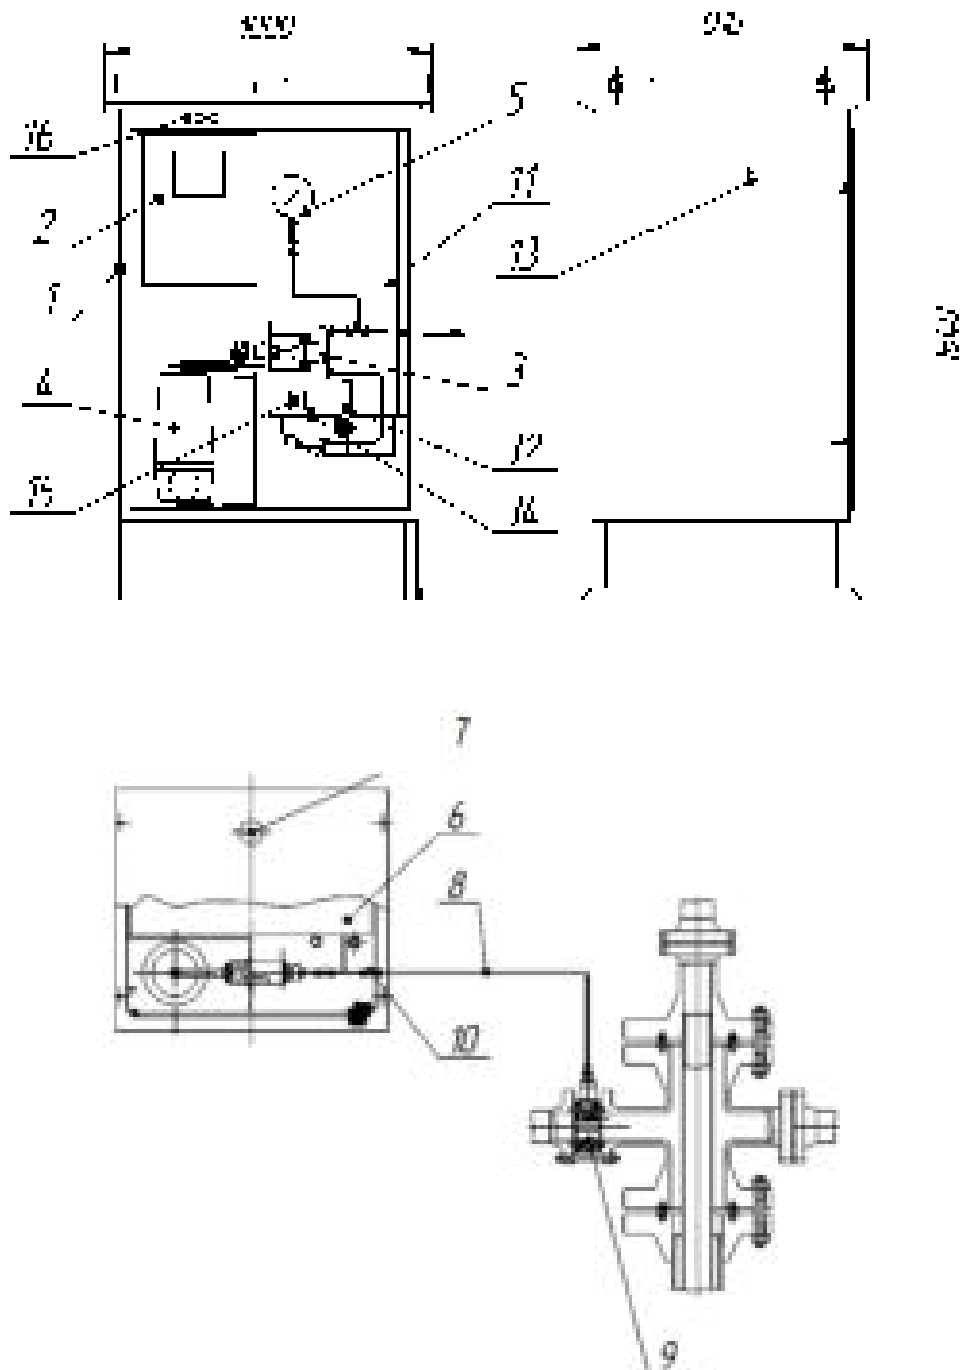

Рисунок 1. Внешний вид и состав СУДР.
3.1.1. Основное оборудование установки, рис.1, размещено в контейнере 1, разделенном на два отделения. Отделение переднего плана разделено на две секции. В левой секции расположены блок управления 2 и привод 4 дозирующего насоса. В правой секции расположены гидравлическая часть дозирующего насоса 3 трубопроводной обвязкой, манометр электроконтактный 5, указатель уровня 11, преобразователь давления 12.
3.1.17. В составе установки предусмотрено устройство ввода, предназначенное для соединения наземного трубопровода с объектом закачки, обеспечивающее проход линии подачи реагента через устьевую арматуру. Устройство ввода (далее по тексту -устройство) состоит из корпуса с радиальными осевыми каналами для прохода реагента в полость нефтегазодобывающей скважины (трубопровод), обратного клапана 2, присоединительных наконечников 3. Устройство устанавливается между фланцами устьевой арматуры нефтегазодобывающей скважины (трубопровода). Устройство должно обеспечивать безопасный процесс дозированной подачи реагента и эксплуатацию скважины. Проникновение скважинной среды в дозирующую установку предотвращается с помощью обратных клапанов, устанавливаемых соответственно в устройстве ввода и на выходе дозирующего насоса, поз. 10, рис.1
3.2.17. Измерение уровня (расхода) реагента и блокировка насосного агрегата при снижении уровня ниже минимально допустимого уровня осуществляются по команде контроллера по сигналам преобразователя давления А4 типа МИДА-ДИ-13П-01, СДВ, ДМП (поз. 13, рис. 1). Датчик устанавливается в вертикальном положении и имеет гидравлическую
3.3.5. При работе установки на панели индикации 16 (рис.1) загорается зеленый светодиод "Работа", в режиме ожидания пуска исправной установки загорается оранжевый светодиод "Ожидание". При всех защитных отключениях (по давлению, уровню реагента, току, напряжению) загорается красный светодиод "Авария", обозначающий переход установки в состояния выхода параметров работы за установленные пределы, условно названные как технологические аварии. В окне состояний 12 дисплея высвечивается причина аварии.